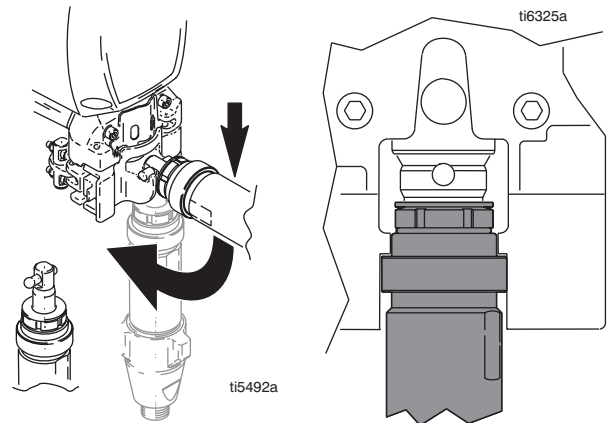

FIG. 24
1. FIG. 24. Ajuster la tige de piston par rapport au porte-goupille pour extraire la tige de piston. Taper la tige de piston sur une surface dure pour enfoncer la tige de piston.